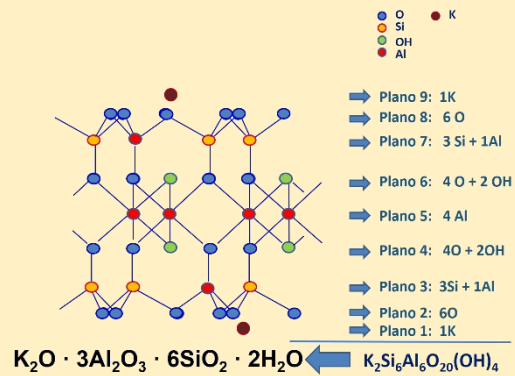

Figura 3. Estructura simplificada de la illita.
2. **Estructura de la illita.** La illita está formada por hojas de tres capas: una capa de tetraedros Si – O, una capa central dioctaédrica, con Al en el centro de los octaedros, y una tercera capa tetraédrica (figura 3). En esta estructura es habitual que se presenten, en mayor o menor grado, sustituciones isomorfas de cationes. Las más comunes son: algunos cationes Si^{4+} son sustituidos por cationes Al^{3+} ; algunos Al^{3+} por Fe^{3+} o Mg^{2+} ; algunos Mg^{2+} por Fe^{2+} o Al^{3+} . Cuando la carga del catión introducido es menor que la del catión original, se genera un exceso de carga negativa sobre la superficie de la hoja que ha de ser compensada para que exista electroneutralidad. Esta compensación puede darse por cationes externos situados entre las hojas (K^+ o Na^+).